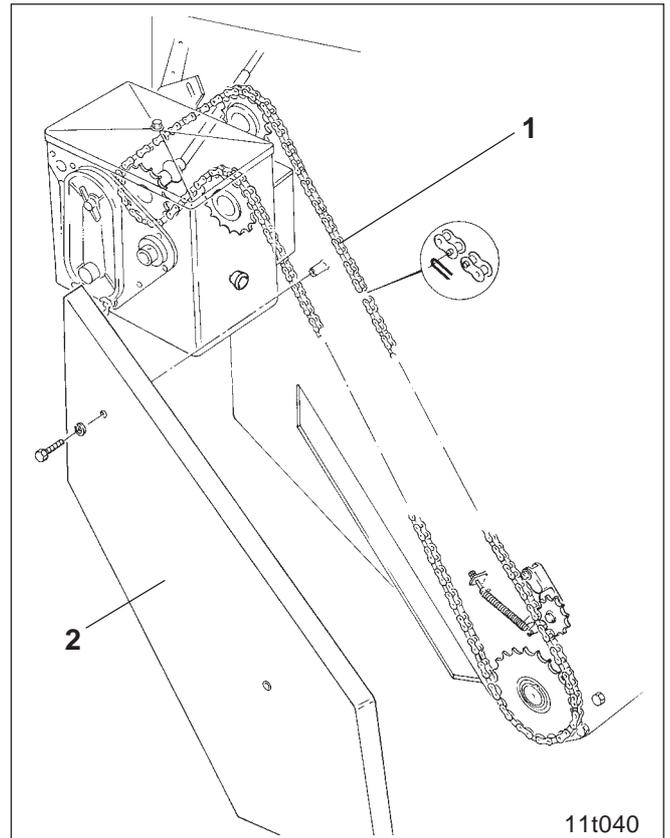

Fig. 50.3
- Antriebskette (Fig. 50.3/1) des Frontpacker-Sätanks ölen. Kettenschutz (Fig. 50.3/2) zuvor entfernen und anschließend wieder befestigen.